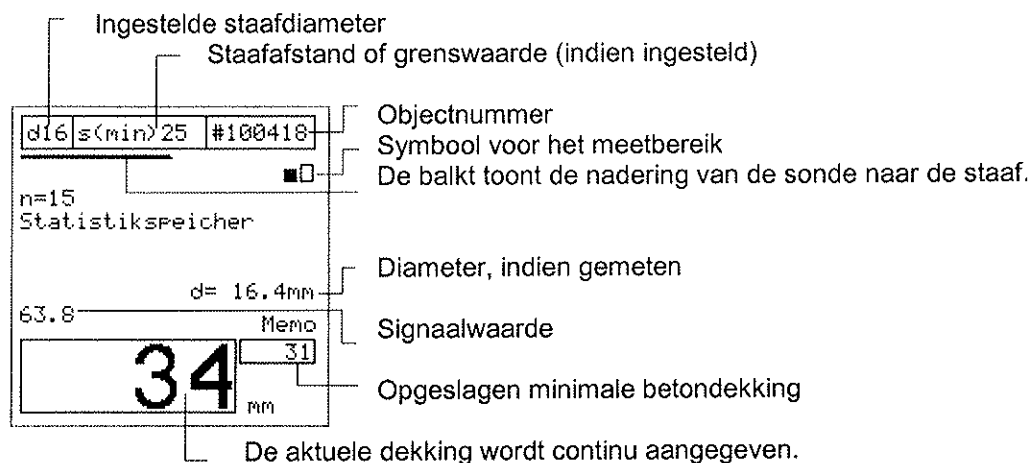

Fig. 5.1 Meetbeeld « Statistiek.
De sonde heeft een klein en een groot meetbereik. De omschakeling gebeurt met de toetsen \leftarrow , \rightarrow . In het display wordt aangeduid, welk bereik actief is (zie Fig. 5.1 op blz. 9).
Daaropvolgend verschijnt het meetbeeld van het voorwerp waarop het laatst gemeten werd (Fig. 5.1 op blz. 9, Fig. 5.7 op blz.15 en Fig. 5.13 op blz. 17).
- Geef in het menu «Correctie nevenliggende staaf» de staafafstand in, ingeval deze correctie nodig is. De ingestelde grenswaarde wordt in dit geval niet opgeslagen (zie Fig. 5.1 op blz. 9).